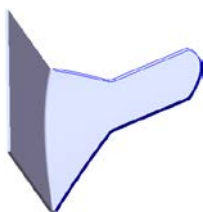
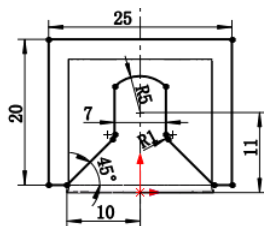

图 3.6 切除一拉伸 1
图 3.7 横断面草图
Step4. 创建图 3.6 所示的切除一拉伸 1。
(1) 选择命令。选择下拉菜单 **插入(I)** → **切除(C)** → **拉伸(E)...** 命令。
(2) 定义特征的横断面草图。
① 定义草图平面。选取上视基准面作为草图平面。
② 定义横断面草图。在草图环境中绘制图 3.7 所示的横断面草图。
(3) 定义切除深度属性。在“切除一拉伸”对话框 **方向 1** 区域的 下拉列表中选择 **完全贯穿** 选项, 选中 ☒ **正交切除(N)** 复选框, 选中 ☒ **方向 2** 选项。